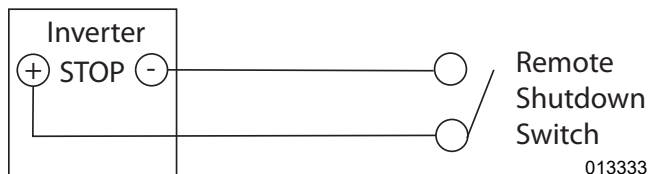

Figura 5-4. Cableado del interruptor de desconexión remoto, solo fotovoltaico
3. Consulte la Figura 5-4. Use un cable de dos conductores de calibre 20 a 14 AWG con aislamiento con clasificación para 600 V para conectar un interruptor con bloqueo, certificado por UL y con clasificación para al menos 12 V CC, 5 mA (considere un interruptor de la luz monopolar estándar en una caja impermeable con una palanca con bloqueo).